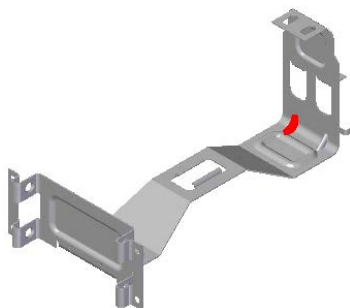
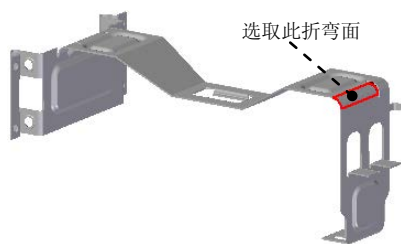

图 8.11.88 加固板特征 4
图 8.11.89 定义放置折弯
(5) 定义加固板放置类型。在“加固板”命令条中单击“加固板放置步骤”按钮；在“阵列类型”下拉列表中选择**单一**选项，在**距离**文本框中输入值 39，并按 Enter 键。
(6) 单击命令条中的**完成**按钮，完成特征的创建。
Step41. 创建图 8.11.88 所示的加固板特征 4。
(1) 选择命令。在“主页”功能选项卡中“钣金”工具栏中单击按钮，选择加固板命令。
(2) 定义加固板轮廓形状。在“加固板”命令条中单击按钮，在“加固板选项”对话框**加固板轮廓**区域选中**自动轮廓(A)**单选项；在**深度(D)**文本框中输入值 5；在**加固板形状**区域选中**倒圆(R)**单选项。
(3) 定义加固板参数及倒圆。在“加固板选项”对话框中的**拔模角(T)**文本框中输入值 0，在**宽度(W)**文本框中输入值 3；在**倒圆**区域选中**包括倒圆(C)**复选框，在**凸模半径(R)**和**凹模半径(R)**文本框中均输入值 0.5，单击**确定**按钮。
(4) 定义放置折弯。在系统**单击沿其放置加固板的折弯。**的提示下，选取图 8.11.89 所示的模型表面为放置面。